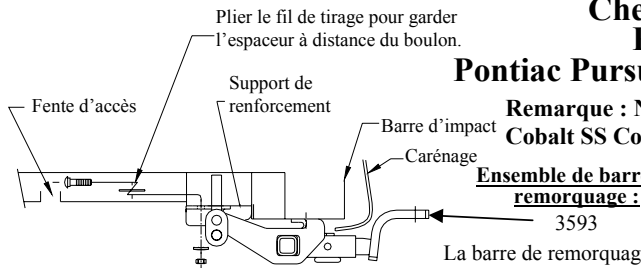

Figure 3
3. À l'aide d'un fil de tirage, acheminer l'espaceur et le boulon de carrosserie à travers la fente d'accès du longeron, puis vers le bas dans le trou percé à l'étape 2 (des deux côtés). Faire un pli dans le fil de tirage pour réussir à passer dans les endroits serrés (voir figure 3).
5. S'assurer que l'attelage est bien centré sur le véhicule. En utilisant l'attelage comme gabarit, percer deux (2) trous de 1/2 po dans la barre d'impact du véhicule.